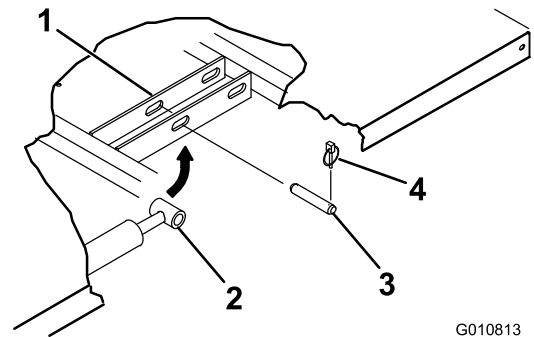

Figura 2
1. Con la plataforma bajada, retire los pasadores de horquilla y los pasadores de seguridad que sujetan el extremo de la varilla de cada cilindro a las placas de montaje de la plataforma (Figura 2).